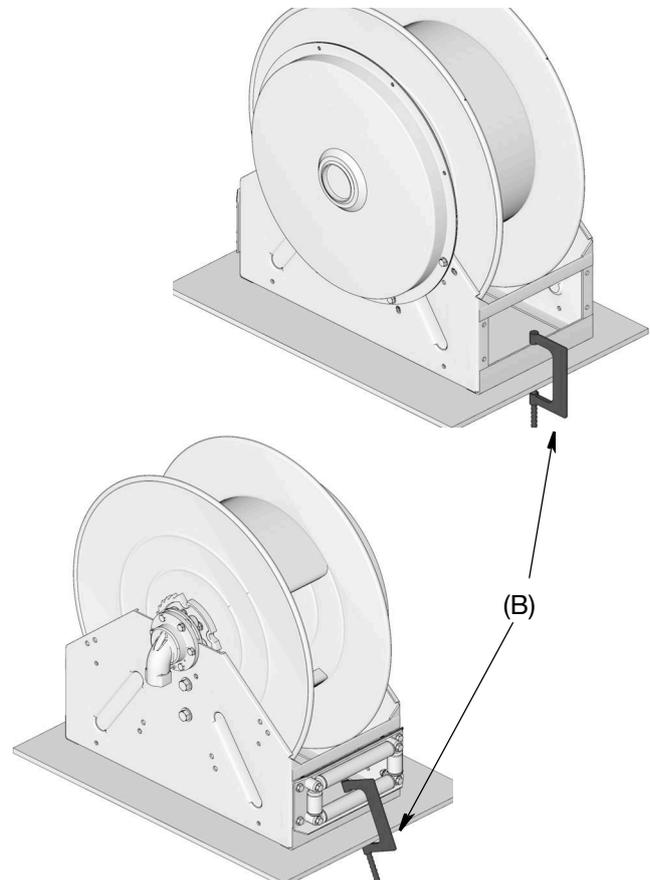

ABB. 5
1. Wird die Schlauchaufroller nicht ortsgebunden installiert, diese mithilfe von 2 großen Schraubzwingen (B) (eine vorn und eine hinten) an einer ebenen Oberfläche sichern (ABB. 5). Legen Sie einen Lappen über die untere Rolle und das hintere Gestell, um diese Oberflächen vor Schäden beim Anziehen der Schraubzwingen zu schützen.